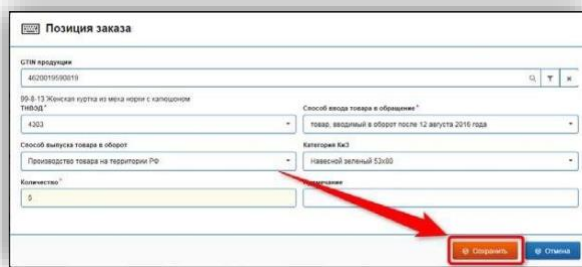

Рисунок 74 – Заполнение формы позиции заказа
3) Для завершения редактирования формы заказа КиЗ проверьте правильность заполнения всех полей и нажмите кнопку «Сохранить»  (вы также сможете в дальнейшем отредактировать данный заказ пока он будет иметь статус «черновик») (рис. 74).